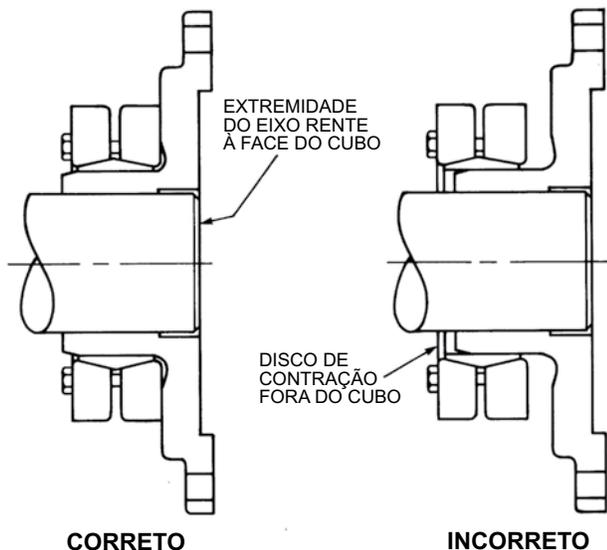

Figura 2
- (3) Posicione o disco de contração no cubo do acoplamento. O diâmetro externo do cubo pode ser engraxado para facilitar a montagem. Certifique-se de que o disco de contração esteja totalmente assentado no cubo, e não preso em um dos lados do raio. Veja a Figura 2.